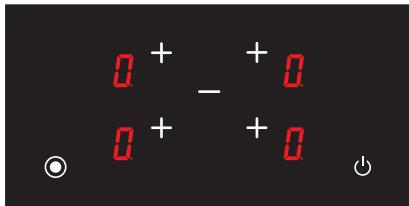

Рис. 23
4. Значок **L** відображається на всіх індикаторах (Див. рис. 23). Значки **Q** і **H** відображаються у разі, якщо будь-яка конфорка є гарячою.